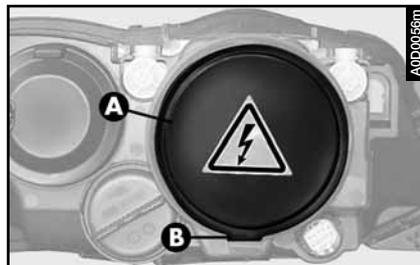

fig. 26
— Défiler la coiffe en caoutchouc (A- fig. 26) en tirant l'ailette (B).